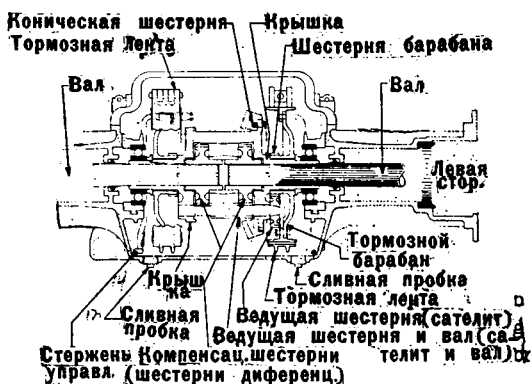

Рис. 55. Дифференциал (разрез).
8) Дифференциал (рис. 55 и 56).